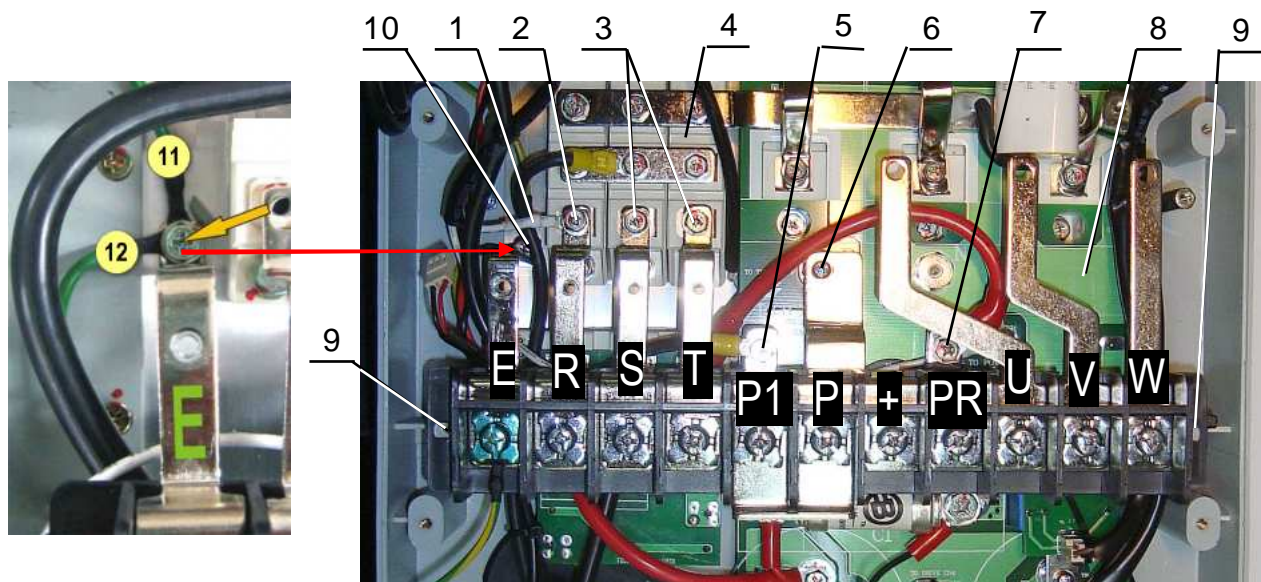

Рис. 7.20.
7.10.1. Взять клеммную колодку (табл.4.1, поз.16), установить колодку в корпус ПЧ, совместив крепежные отверстия с стойками средней части корпуса ПЧ (рис.7.20).
7.10.2. Вкрутить два винта 9 крепления клеммной колодки к стойкам корпуса (рис. 7.20).
7.10.3. Взять провода заземления (табл.4.1, поз.23 и 24; рис.7.20, поз.12 и 11), прикрутить винтом 10 (M5x12) наконечники проводов заземления и шину E клеммной колодки к радиатору (рис.7.20).
7.10.4. Прикрутить наконечник красного провода «PR» винтом 7 (M5x12) к шине PR клеммной колодки (рис.7.20).
7.10.5. Прикрутить шину клеммной колодки P винтом 6 (M4x8) к втулке емкостной платы (рис.7.20).
7.10.6. Прикрутить наконечник короткого провода реактора винтом 5 (M5x12) к шине P1 клеммной колодки (рис.7.20).
7.10.7. Прикрутить шины S и T клеммной колодки двумя винтами 3 (M5x12) к диодно-тиристорному модулю 4 (рис.7.20).
7.10.8. Прикрутить наконечник провода предзаряда 1 и шину R клеммной колодки винтом 2 (M5x12) к диодно-тиристорному модулю (рис.7.20).